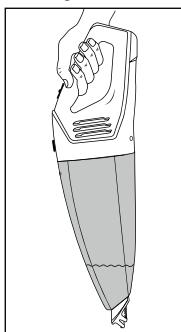

Fig. 3
- Après avoir aspiré les liquides, nettoyer immédiatement le bac à déchets ⑪, sinon les bactéries et germes vont proliférer. Veiller à ce que le sac à poussière ⑨ ait entièrement séché avant d'utiliser à nouveau l'appareil.
- Après avoir aspiré des liquides, portez toujours l'appareil avec l'embout pour aspiration de liquides ① pointant vers le bas (voir fig. 3):